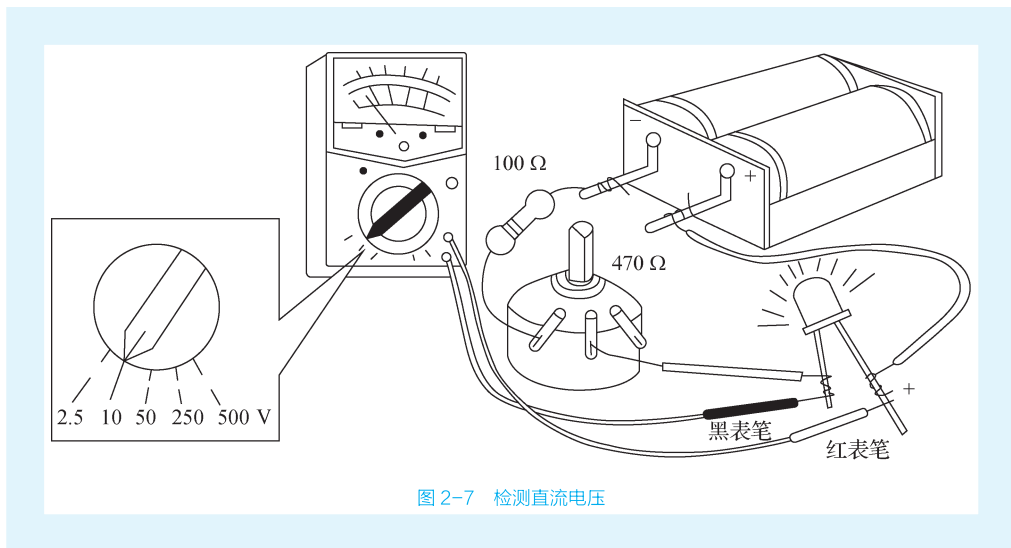
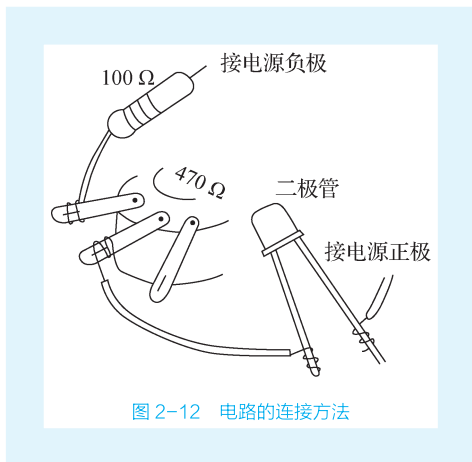

图 2-7 检测直流电压
图 2-12 电路的连接方法
万用表应与被测电路并联。红表笔应接被测电路和电源正极相接处，黑表笔应接被测电路和电源负极相接处，如图 2-7 所示。
将发光二极管、电阻和电位器接成图 2-7 所示的电路，旋转电位器使发光二极管正常发光，利用这个电路练习用万用表测量电压。发光二极管是一种特殊的二极管，通入一定电流时，它的透明管壳就会发光。发光二极管有多种颜色，常在电路中做指示灯。
(1) 按图 2-7 连接电路。电路不做焊接，可采用图 2-12 所示方法将导线两端绝缘皮剥去，缠绕在元件接点或引线上。注意相邻接点间引线不可相碰。
(2) 检查电路无误后接通电源，旋转电位器，发光二极管亮度将发生变化。使发光二极管亮度适中。
(3) 将万用表按前面所述的使用前应做到的要求准备好，并将转换开关置于 10 V 挡。
(4) 手持表笔绝缘杆，将红、黑表笔分别接触电池盒正、负两极引出焊片，测量电源电压。正确读出并记录电压数值。
(5) 将万用表红、黑表笔按图 2-7 所示接触发光二极管两引脚，测量发光二极管两极间电压。正确读出并记录电压数值。
(6) 用万用表测量固定电阻器两端电压。首先判断红、黑表笔应接触的位置，然后测量，最后读出并记录固定电阻器两端电压。